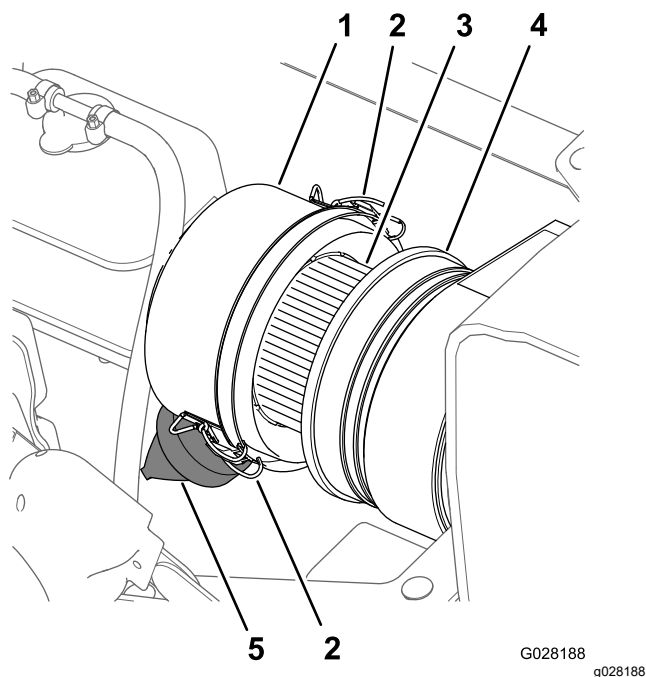
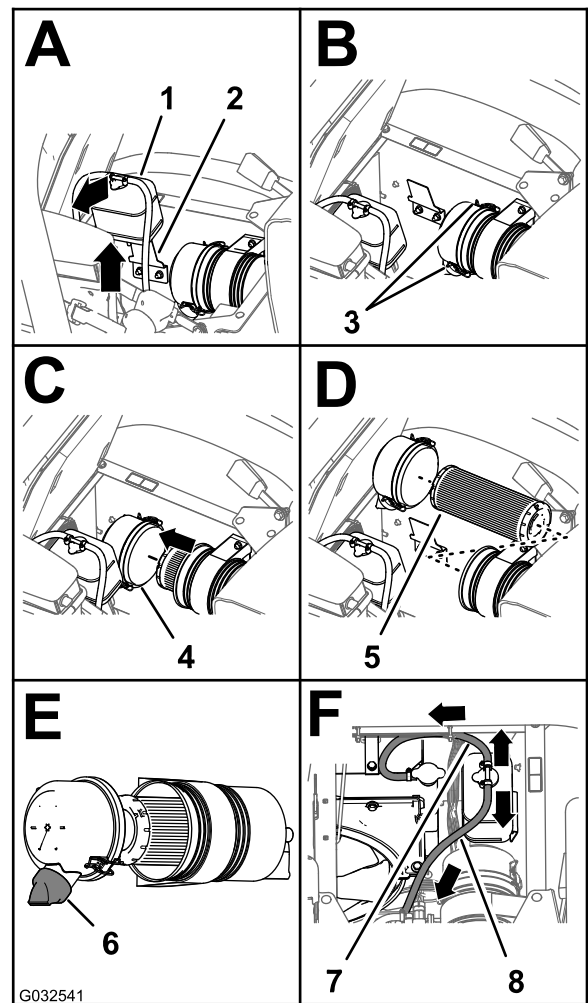

Figura 71
Figura 72
3. Limpie el tapón guardapolvo y el cuerpo del limpiador de aire (Figura 71).
4. Inspeccione la carcasa del limpiador de aire en busca de daños que pudieran causar una fuga de aire (Figura 71).
5. Apriete la válvula de polvo para limpiarla de suciedad, polvo y residuos (Figura 71).
7. Compruebe si el elemento del filtro de aire tiene una acumulación excesiva de suciedad, polvo y residuos (Figura 71).
8. Instale el tapón guardapolvo en el cuerpo del limpiador de aire, y sujete el tapón con los 2 enganches (Figura 71).
2. Limpie el tapón guardapolvo y el cuerpo del limpiador de aire (Figura 71).
3. Levante el depósito de expansión del refrigerante y retírelo del soporte del depósito (Figura 72).
4. Abra los dos enganches que sujetan el tapón guardapolvo a la carcasa del limpiador de aire (Figura 72).
6. Limpie el interior del tapón guardapolvo, la carcasa del limpiador de aire y la válvula de polvo con un trapo húmedo (Figura 71 y Figura 72).
7. Instale el elemento del filtro de aire en la carcasa del limpiador de aire (Figura 72).
8. Instale la tapa sobre el cuerpo del limpiador de aire y sujétela con los 2 enganches (Figura 72).
Nota: Asegúrese de que la válvula de polvo está alineada a una posición entre las 5 y las 7, vista desde el extremo (Figura 72).
9. Alinee el depósito de expansión del refrigerante con el soporte del depósito y coloque el depósito firmemente (Figura 72).
Importante: Asegúrese de que la manguera de alivio de presión está enrutada hacia delante y hacia abajo, y que la manguera de ventilación está enrutada hacia atrás, según se muestra en Figura 72.